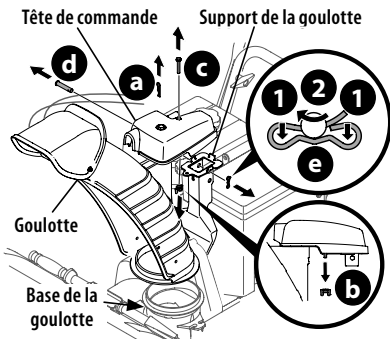

Figure 29
1. Retirez la goupille fendue (a), l'écrou papillon (b) et le boulon (c) de la tête de commande de la goulotte. Retirez l'axe de chape (d) et la goupille fendue (e) du support de la goulotte. Voir (Figure 29).